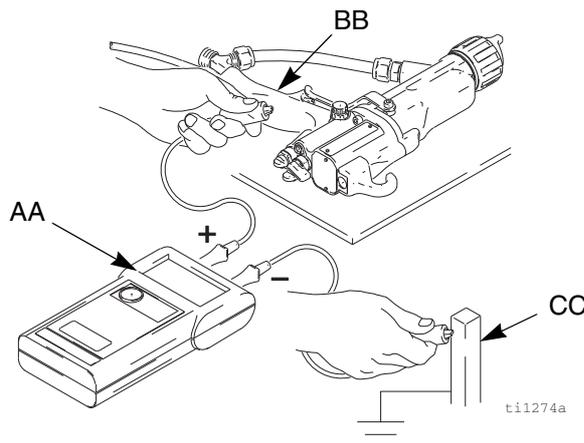

Fig. 7. Verifique a ligação à terra da pistola
Peça nº 241079 (consulte AA FIG. 7.) não é aprovado para uso em área de perigo. Para reduzir o risco de faísca, não use o megaohmímetro para verificar a ligação eléctrica à terra a menos que:
4. Verifique se a mangueira de ar de ligação à terra (R) está ligada e o fio de ligação à terra da mangueira está ligado numa ligação à terra verdadeira.
5. Meça a resistência entre o punho da pistola (BB) e uma ligação à terra verdadeira (CC). Use uma tensão aplicada de um mínimo de 500 para um máximo de 1000 volts. A resistência não deve exceder 1 megaohm. Consulte FIG. 7.